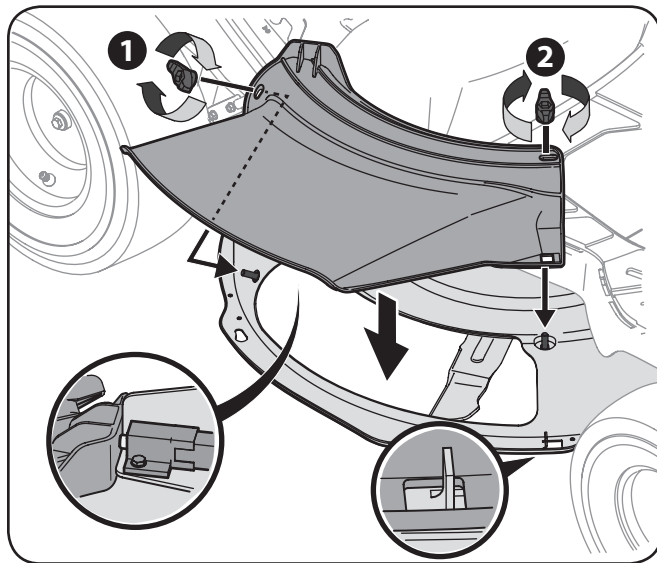

Figura 3-9
2. Coloque el canal de la plataforma en la abertura de descarga de la plataforma. Los pernos prisioneros de la superficie de la plataforma calzarán a través de los orificios de la parte superior del canal de la plataforma. La pequeña lengüeta del borde de la plataforma calzará a través del recorte cuadrado de la parte inferior del canal de la plataforma. Vea la Figura 3-9.
3. Sujete el canal de la plataforma ajustando las perillas de aleta que extrajo antes. Vea la Figura 3-9.